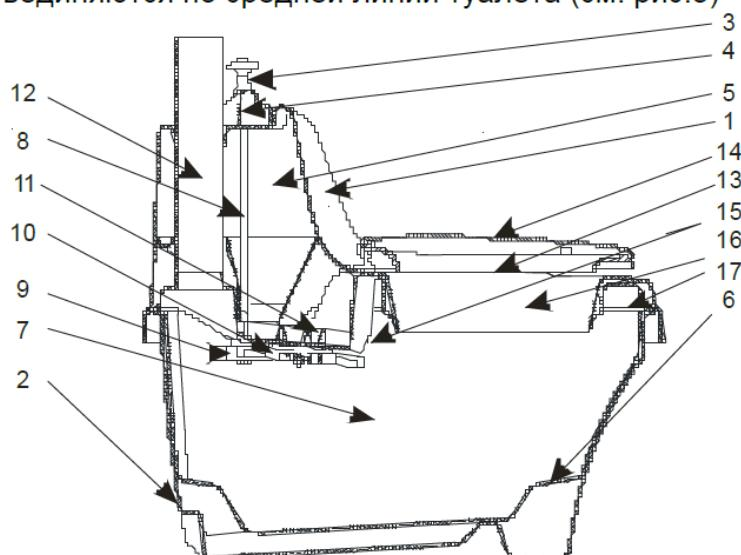

Рис.3
2.4 Туалет состоит из двух функциональных частей корпуса – верхней и нижней, которые разъединяются по средней линии туалета (см. рис.3)